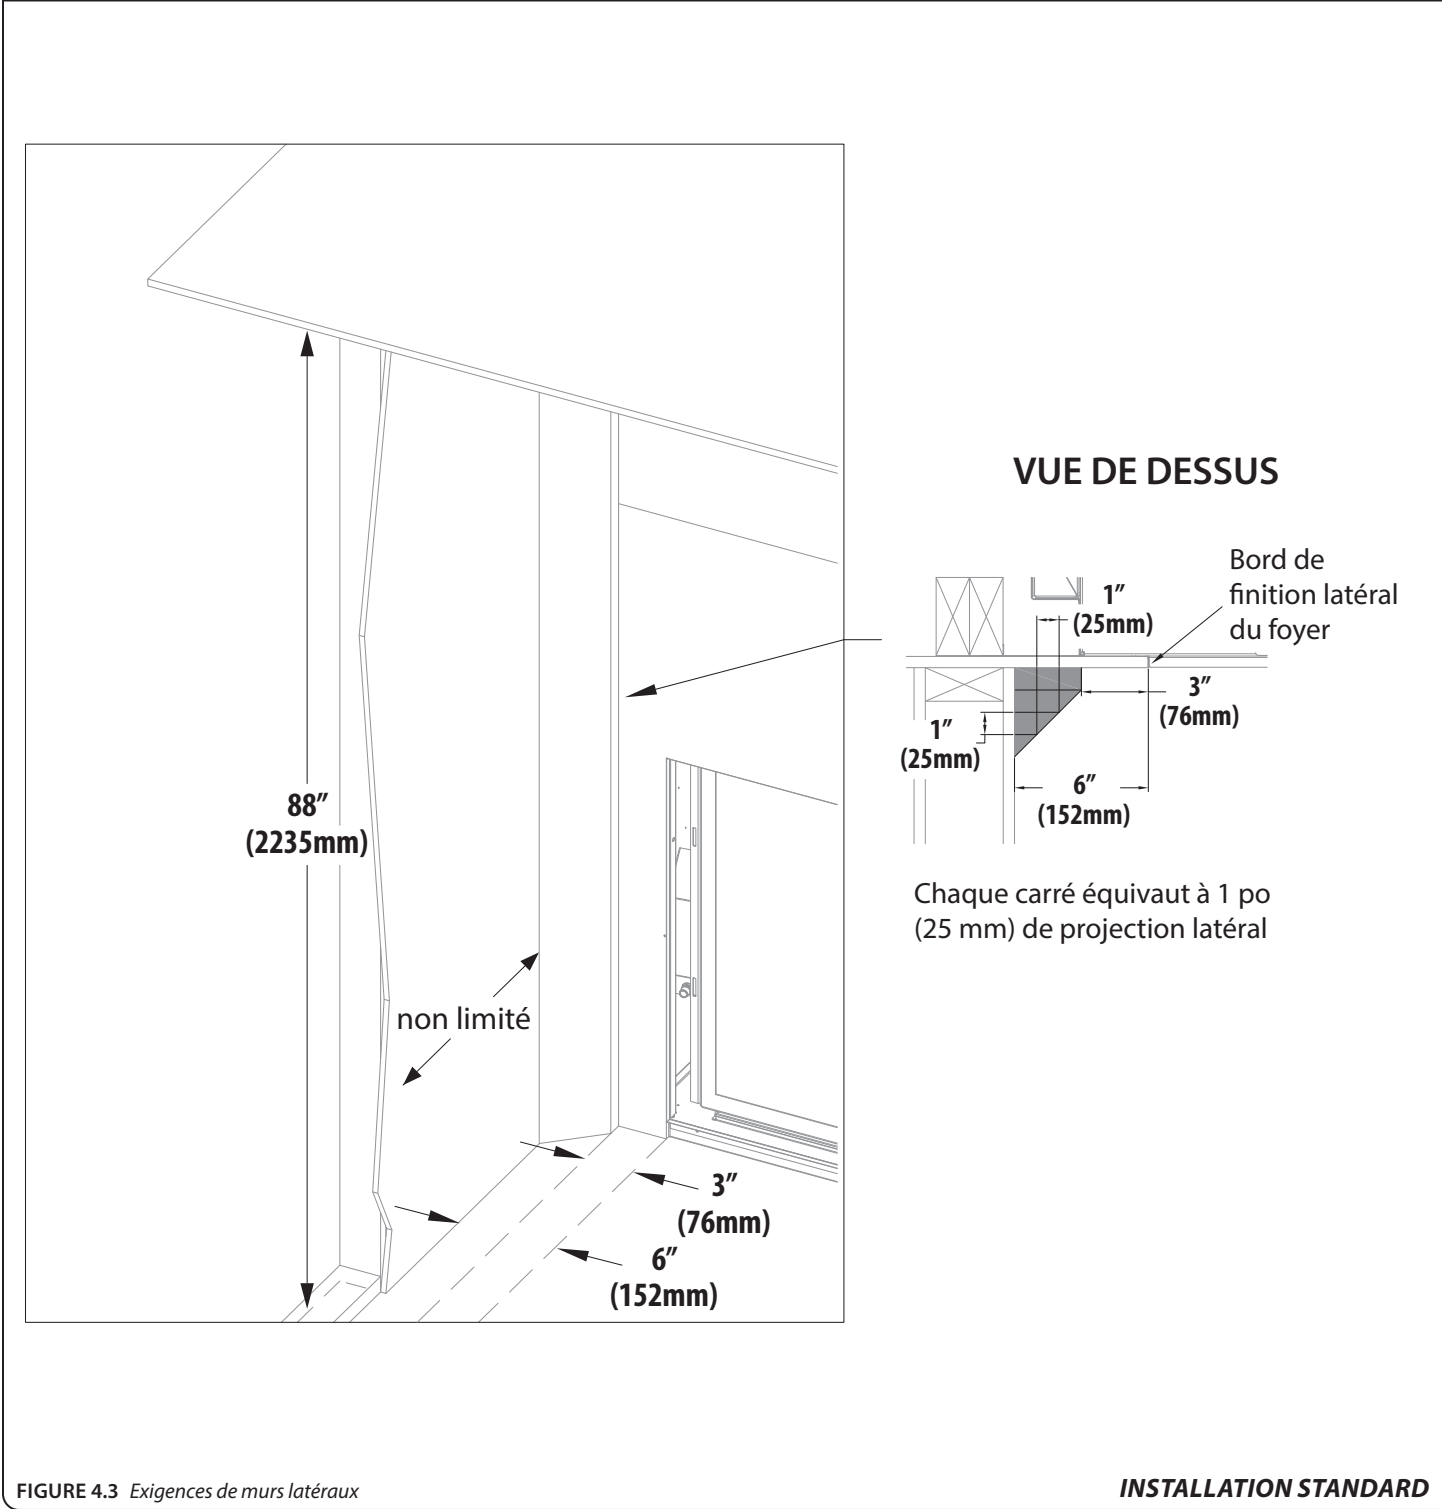

FIGURE 4.3 Exigences de murs latéraux
- **Montants (piédroits) du manteau :** - Mêmes directives que la section «Dégagement au revêtement latéral combustible», ci-dessous. Voir la FIGURE 4.3 (page 35).
- **Dégagement au revêtement latéral combustible :** Le revêtement latéral combustible de 1 po (25 mm) («1" [25 mm] combustible side trim») commence à 3 po (76 mm) au bord de finition latéral du foyer. Après les premiers 6 po (152 mm), cette projection est non limitée. Voir la FIGURE 4.3 (page 35).
- Le dégagement minimal entre les murs latéraux adjacents et les bords de finitions latéraux du foyer est de 6 po (152 mm). Voir la FIGURE 4.3 (page 35).